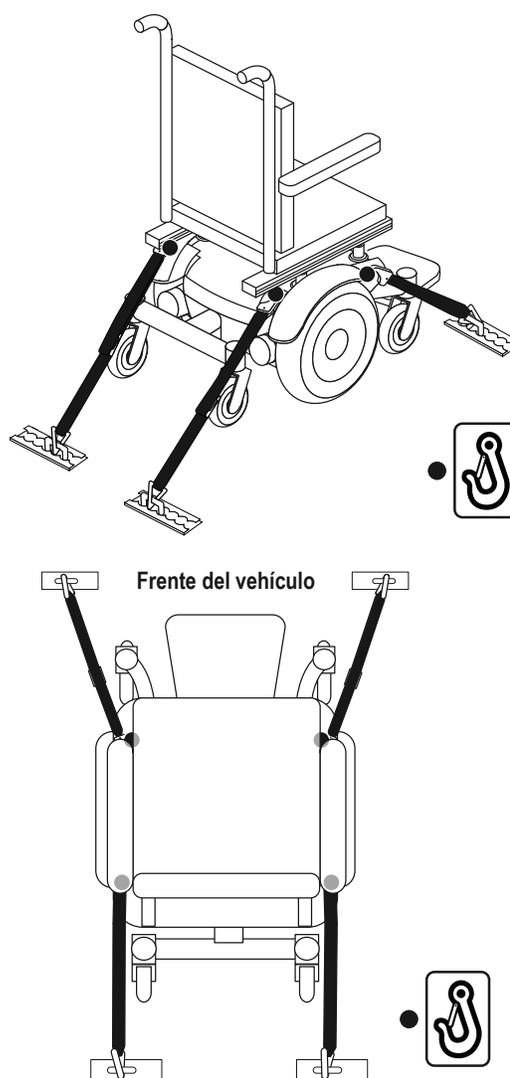

Figura 7. Puntos de sujeción del sistema de transporte no ocupado
- Posicione el punto de anclaje de las tiras de amarre traseras directament detrás de los puntos de sujeción traseros en la silla de ruedas eléctrica. Las tiras de amarre delanteras se deben anclar a los puntos en el piso a los costados de la silla de ruedas para brindar mayor estabilidad. **Ver figura 7.**